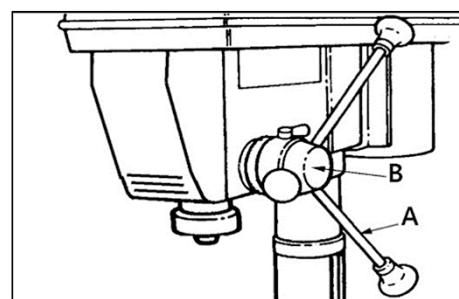

Рисунок 6.
Прикрутите три ручки подачи (A) (рис. 6) в резьбовые отверстия на рукоятке (B) перемещения шпинделя.